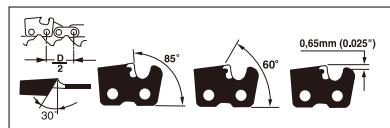
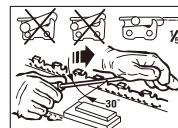

Fig. 21
Fig. 22
**SLIPA KEDJAN** - Kedjans delning (Fig. 21) är  $3/8"$  LoPro x  $0.050"$ . Slipa kedjan med skyddshandskar och en  $0.05/32"$  (4 mm) rundfil.
Slipa alltid skärtänderna med utåtrörelse (Fig. 22) och iakta mätten i Fig. 21. Efter slipning ska alla skärlänkar ha samma bredd och längd.